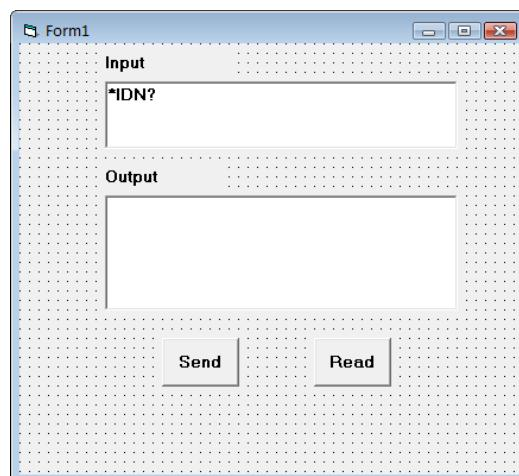

图 4-2-2
3. 添加名称分别为 Input 和 Output 的 Label、两个 TextBox 以及名称分别为 Send 和 Read 的 CommandButton。并把 Input 下的 TextBox 的属性中的 Text 设置为*IDN?的初始状态。如图 4-2-2 所示。